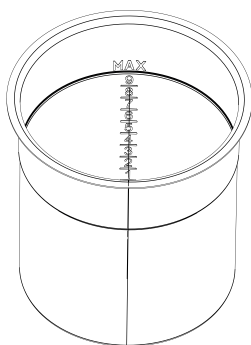

fig. 1
- Respetar la indicación de nivel MAX. (Fig.1).